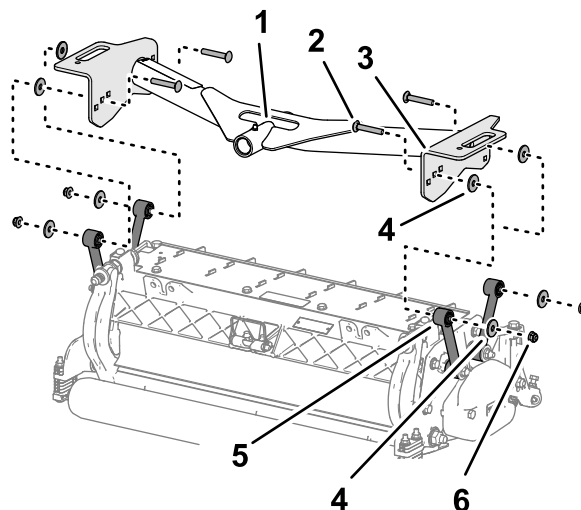

Figura 15
1. Alinee los taladros de las placas del bastidor de tiro delantero con los taladros de las placas de montaje de la unidad de corte (Figura 15).
2. Alinee una arandela entre la placa de tiro y el tirante (Figura 15), y monte provisionalmente las placas y el espaciador con un perno de cuello cuadrado ( $\frac{3}{8}$ " x  $2\frac{1}{4}$ " ), una arandela y una contratuerca con arandela prensada ( $\frac{3}{8}$ " ).